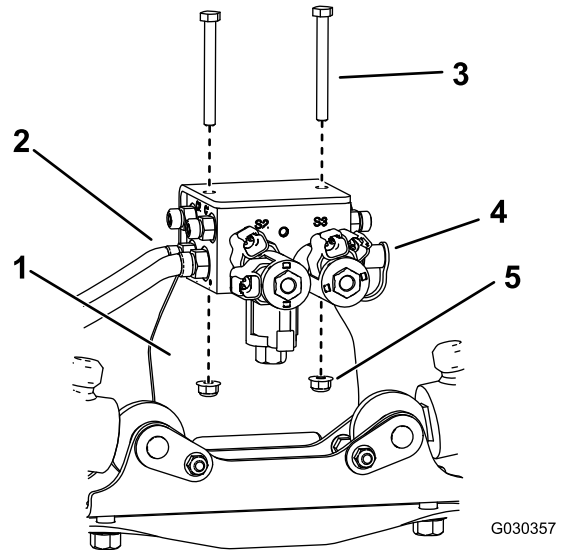

Figure 2
3. Desserrez les 2 raccords hydrauliques sur le côté droit et la prise de contrôle sur le côté gauche du bloc collecteur hydraulique (Figure 2).
4. Déposez le bloc collecteur hydraulique du support de montage (Figure 2).
5. Déposez et conservez les 2 raccords hydrauliques et la prise de contrôle du collecteur hydraulique (Figure 2).